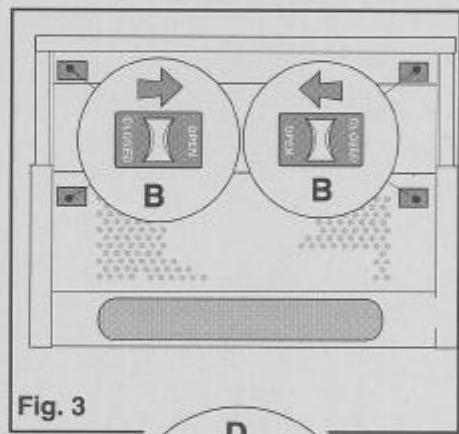

Fig. 3
#### Entfernen der Fettfilterhalterungsroste - Abb. 3
**Model with Grease Filter Support Grate*****Opening the Grease Filter Support Grates - Fig. 3***